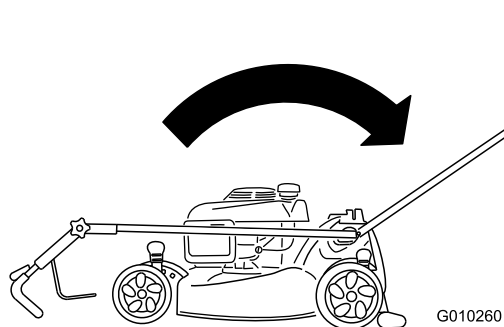

Рисунок 53
2. Переведите рукоятку в вертикальное положение (Рисунок 53).